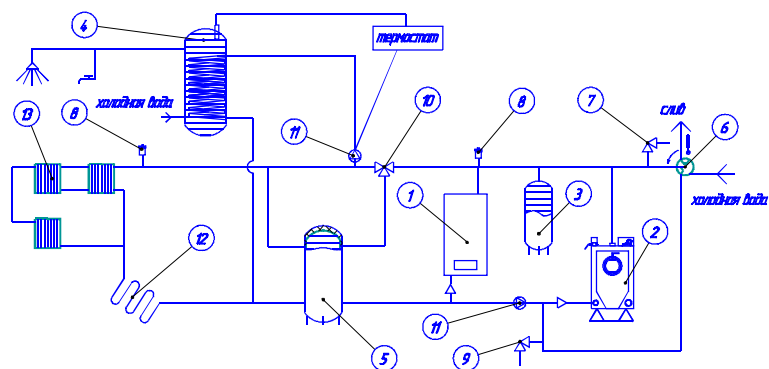

Рисунок 4.
Возможная система отопления изображена на рис. 4
6.1.6 Система отопления в обязательном порядке должна содержать компенсатор объемного расширения (3) рис.4. Если в качестве теплоносителя использована вода, то объём экспанзомата должен составлять не менее 10% от общего её объёма в системе. При использовании незамерзающего теплоносителя объём компенсатора объёмного расширения рассчитывается в соответствии с эксплуатационными документами на теплоноситель. Устанавливать запорно-регулирующую арматуру между теплообменной ёмкостью прибора и компенсатором объёмного расширения запрещается!
6.1.7 В системе должен быть установлен предохранительный клапан(7) рис. 4, рассчитанный на давление 0,4 МПа.
участками системы должен быть установлен автоматический воздухоотводчик (8) рис.4. Он необходим для удаления газов из системы и исключает возможность работы ТЭНов при отсутствии теплоносителя в теплообменной емкости.